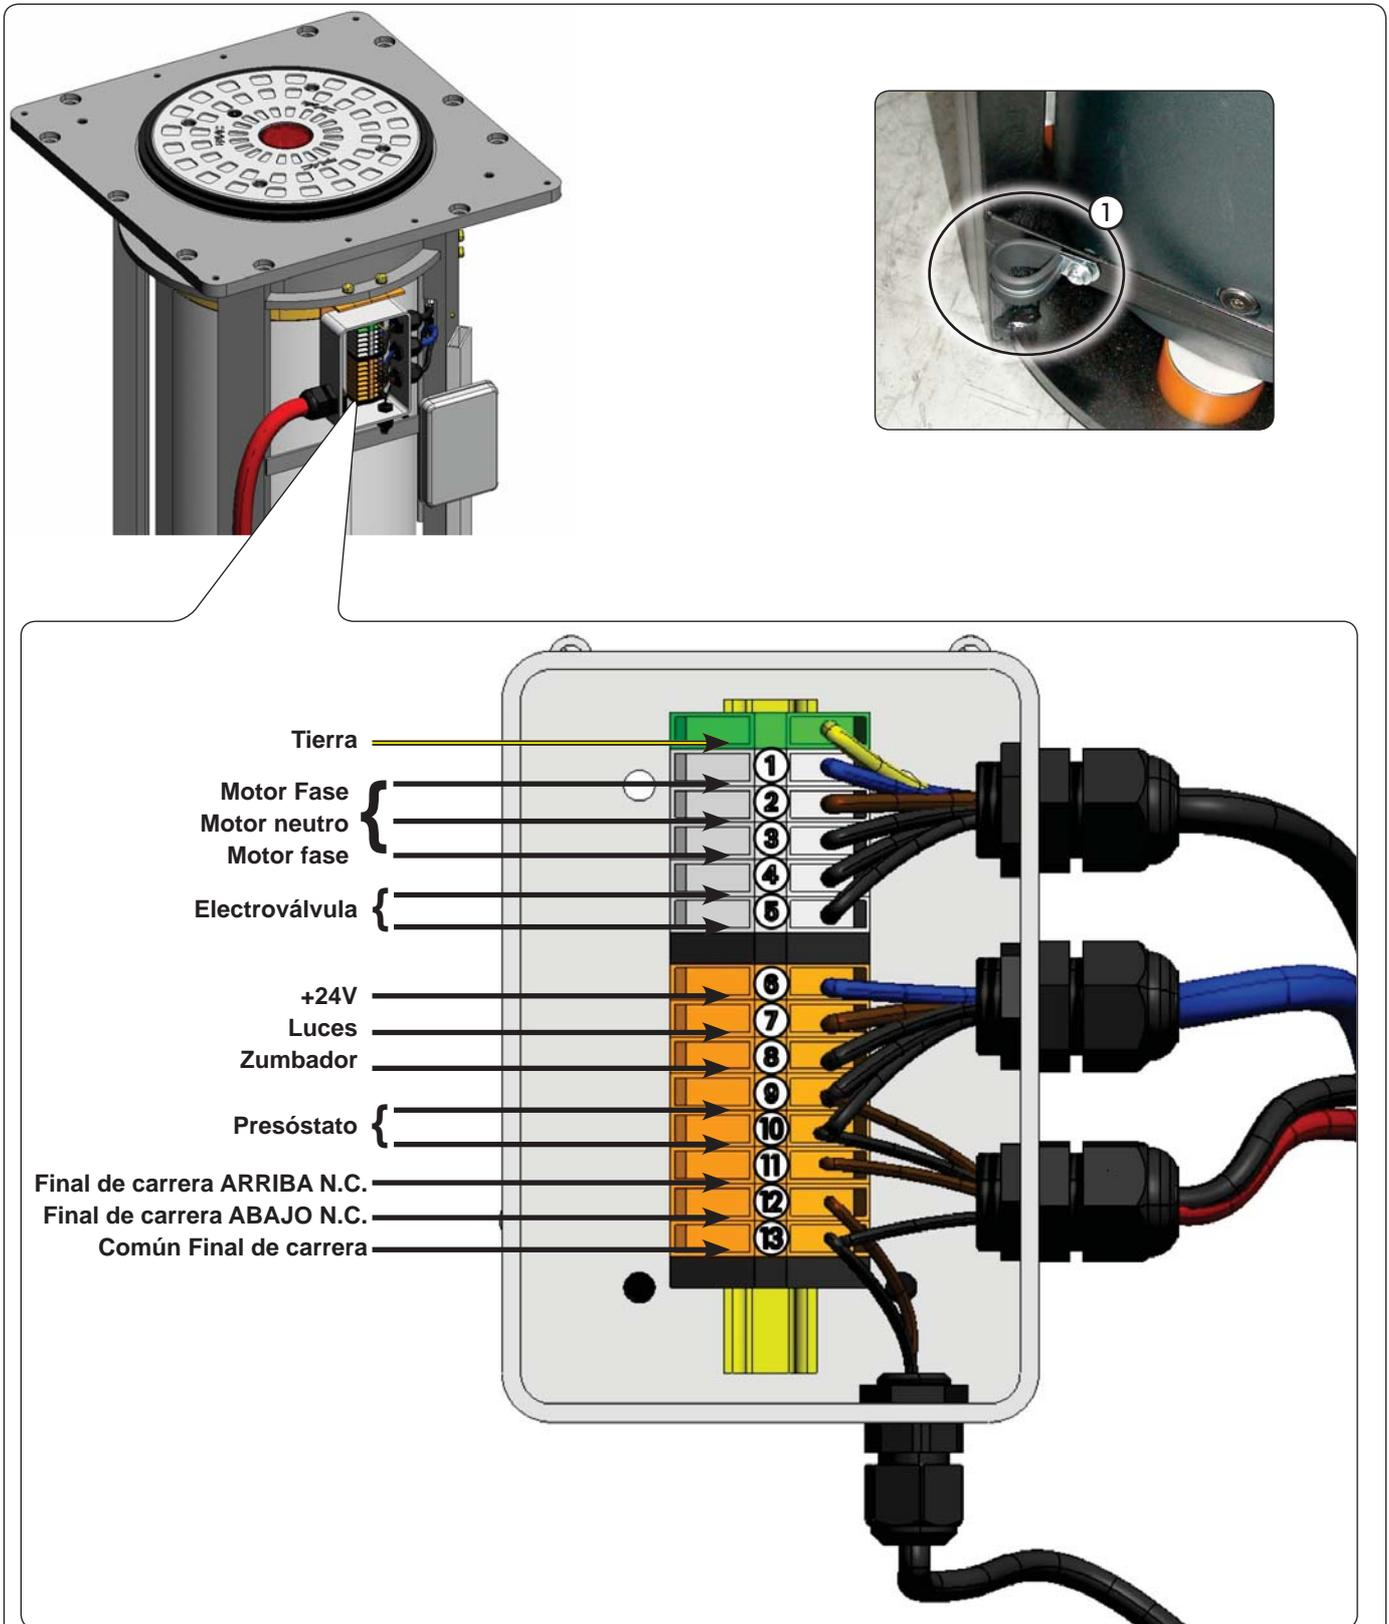

Fig. 7
Para conectar el pilón a la unidad de gestión utilice un cable multipolar del tipo **FG7OR-0,6/1kV-16G1,5 (16 cables de 1,5mm2) con una longitud máxima de 50 metros**. Dicho cable debe colocarse dentro de una vaina de  $\varnothing$  45mm, fijado al sujeta-cables situado en la parte inferior del bastidor (fig. 7 ref. ①), y debe sobresalir 1,2 m de la arqueta para la versión H600 y 1,6 m para la versión H800. Realice los cableados eléctricos en la caja de derivación situada al lado del pilón, tal y como se indica en la figura inferior.